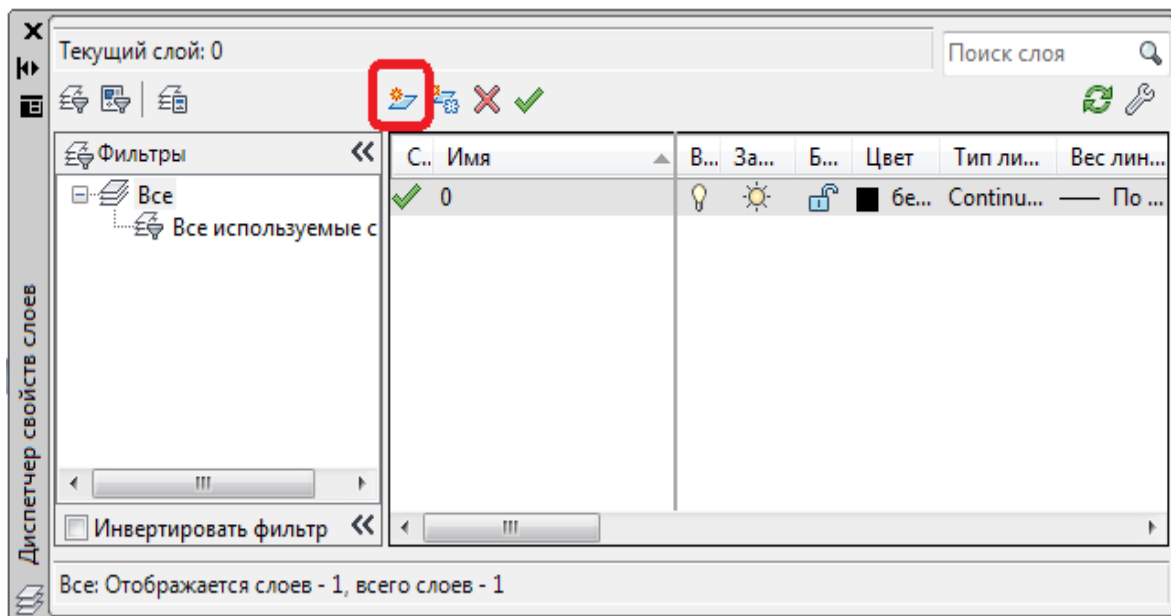

Рисунок 3.5
- нажать кнопку "Новый слой" (рис. 3.5)